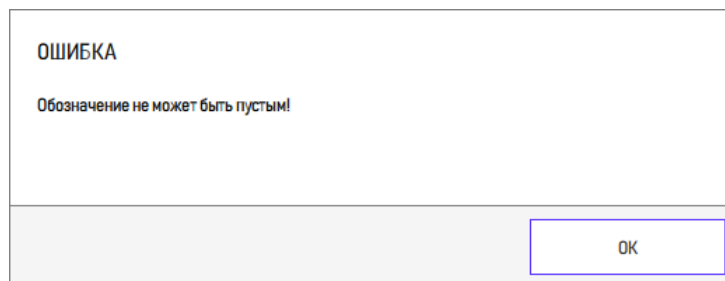

Рисунок 20 – Сообщение об ошибке при пустом обозначении
3) Если не было введено никакое значение, появится сообщение об ошибке (рисунок 20).